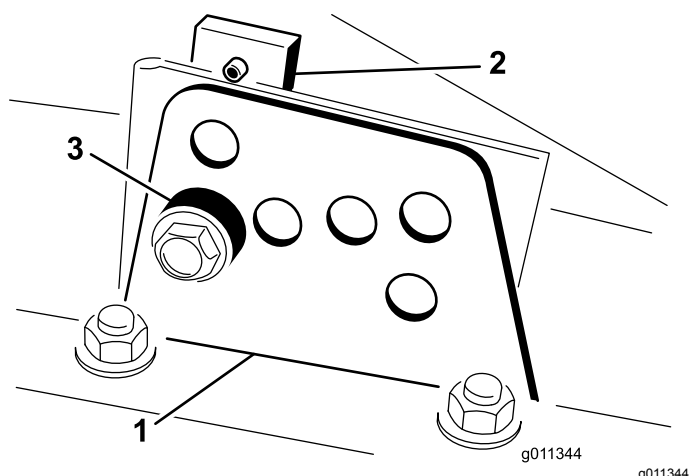

図 15
2. 図15のように、各刈り高ブラケットを刈り高プレート前と右と左に固定しているボルトをゆるめる。